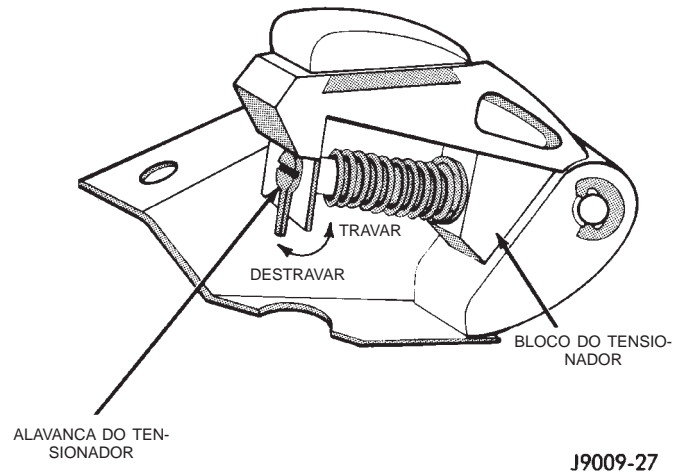

Fig. 49 Carregamento do Tensionador da Corrente de Distribuição
- (8) Gire a alavanca do tensionador para a posição destravada (para baixo) (Fig. 49).
- (9) Puxe o bloco do tensionador em direção da alavanca do tensionador para comprimir a mola. Segure o bloco e gire a alavanca do tensionador para posição travada (Fig. 49).
- (10) Instale a corrente de distribuição, a roda dentada do eixo de manivelas e do eixo de comando das válvulas com as marcas de regulagem alinhadas.
- (11) Remova a arruela e o parafuso de fixação da roda dentada do eixo de comando das válvulas. Aperte o parafuso com um torque de 108 N·m (80 pés-lb.).
(12) Solte o tensionador da corrente de distribuição movendo a alavanca para a posição destravada (Fig. 49).